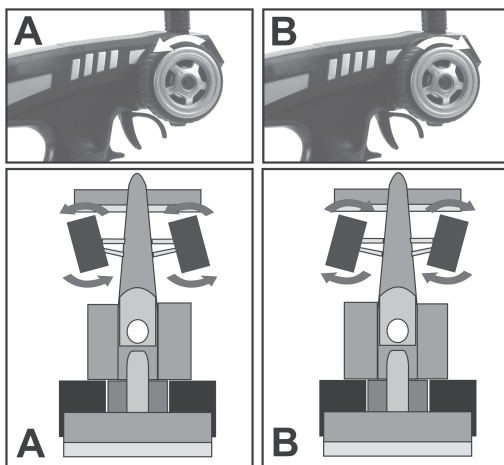

Figure 12
Si vous tournez vers la gauche, les roues doivent braquer vers la gauche (voir Figure 12, schéma A). Si vous tournez vers la droite, les roues doivent braquer vers la droite (voir Figure 12, schéma B).
Si les roues tournent dans le sens inverse de celui illustré sur la Figure 12, vous pouvez inverser la direction commandée par le volant à l'aide de l'interrupteur Reverse pour la fonction de direction (voir Figure 2, pos. 14), et ainsi le sens de rotation du servo de direction.